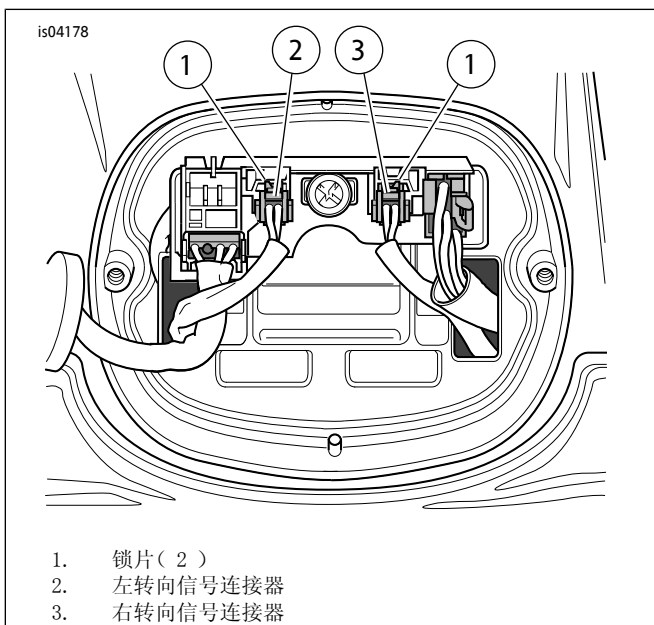

图2。转向信号连接
1. 参见图2。按压左侧(2)和右侧(3)两通道转向信号插座盒([18B]和[19B])上的锁片(1)以将其从后部照明电路板断开。